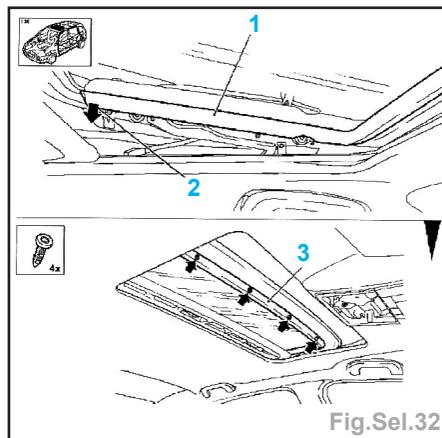

Fig.Sel.32
- Dégrafer le cache (1) (Fig.Sel.32).